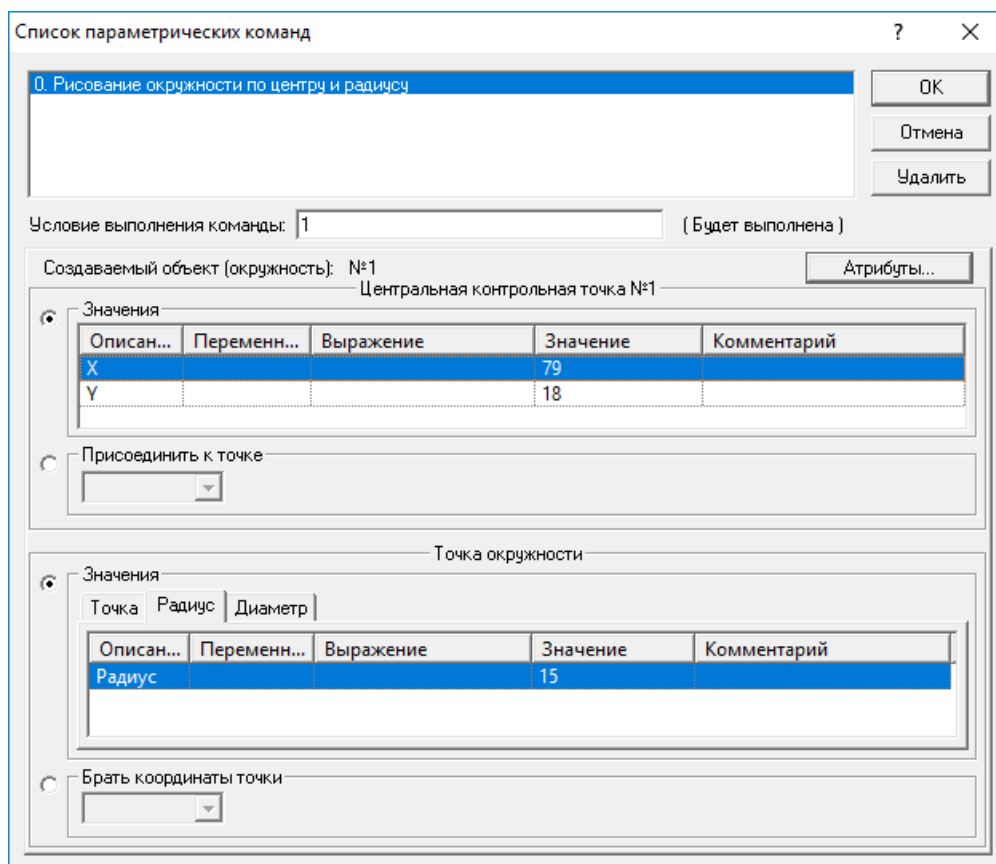

Рис. 1.3
рических команд»  (меню **Параметризация/Команды...**), вызывая тем самым диалоговое окно «Список параметрических команд» (рис. 1.3).
- Переходим к определению значения радиуса окружности. Сделать это можно с помощью группы параметров *Точка окружности* (см. рис. 1.3). В этой группе параметров есть три вкладки, позволяющие тремя разными способами определить радиус окружности:
На этом параметризация создаваемой окружности заканчивается, и после нажатия кнопки «**ОК**» в диалоговом окне «**Список параметрических команд**» (см. рис. 1.3) эта окружность